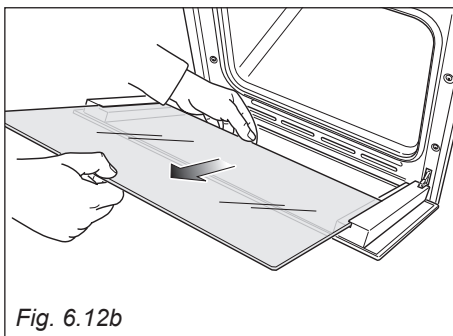

Fig. 6.12b
- Sfilare delicatamente il vetro interno (fig. 6.12b)